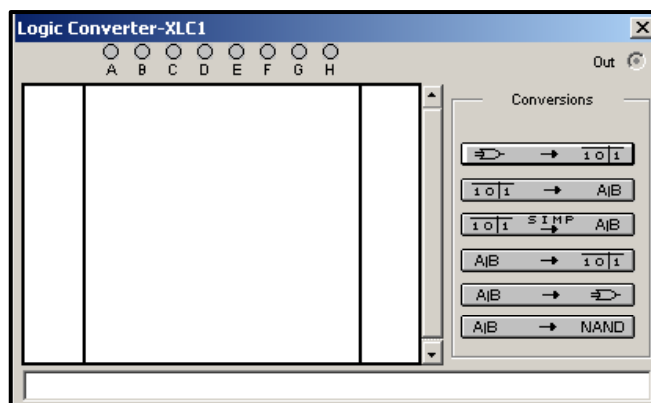

Fig. 41 Configuración del conversor de funciones lógicas
- Primero tenemos que insertar el convertor de funciones lógicas, y hacer “doble-click” para que nos aparezca la ventana de la Fig. 41.